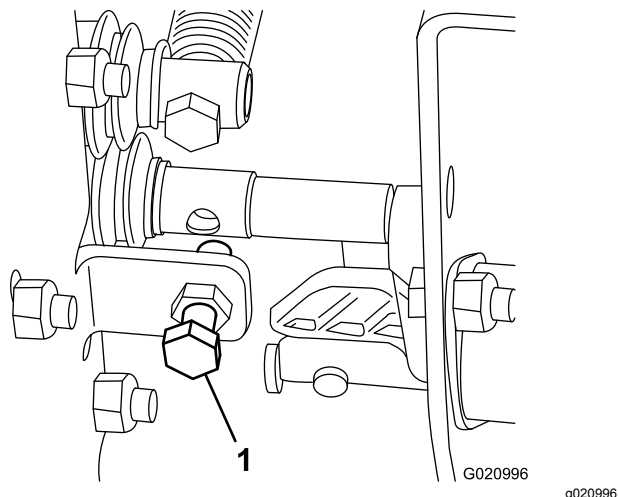

Figura 20
- Se a velocidade de elevação da máquina for muito rápida ou lenta, regule o parafuso indicado na Figura 20.